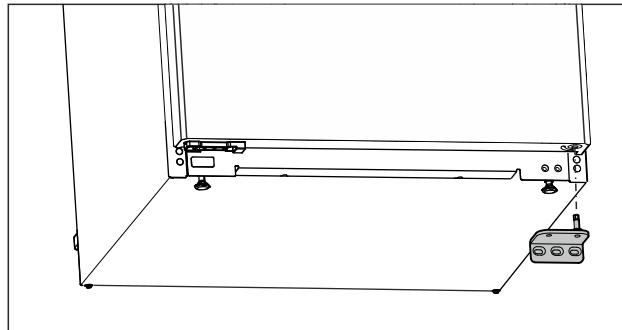

Fig. 16
- Ležajni podstavek snemite navzdol. (glejte Fig. 16)